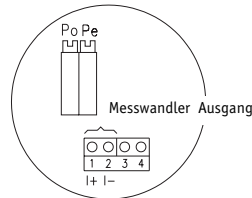

Abb. 5 : Anschlussbelegung GP23/24 mit Messwandler
- Litzen an den Klemmen des Gerätes anschließen (Abb. 5 und 6).